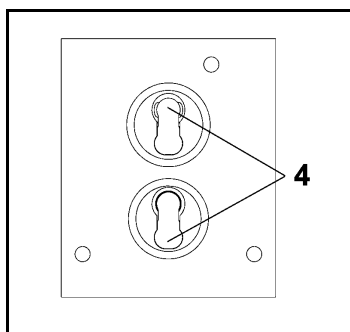

Fig. 7: Emplacement des plaques soupapes
1. Insérer le nouveau joint torique (18) dans le support de membrane (14).
2. Insérer les nouvelles plaques soupapes (fig. 7/4) ainsi que les nouveaux joints toriques (5) dans les culasses (3), (7) et (8).